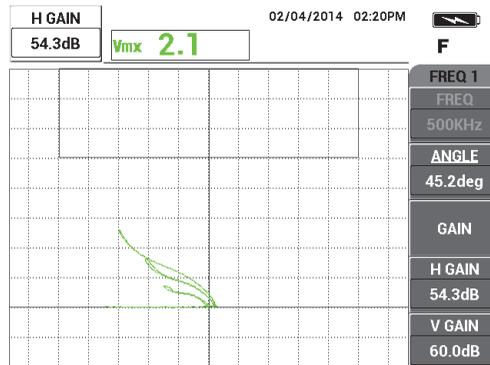

Figura 5-5 Ajuste de la ganancia horizontal
7. Pulse dos veces la tecla GAIN (**dB**) para visualizar la ganancia horizontal (**H GAIN**) en la esquina superior izquierda de la pantalla; después, disminuya la ganancia horizontal con la rueda de ajuste hasta que la señal, proveniente de la perforación más grande, se encuentre a tres divisiones del marco de definición. Vea la Figura 5-5 en la página 142.